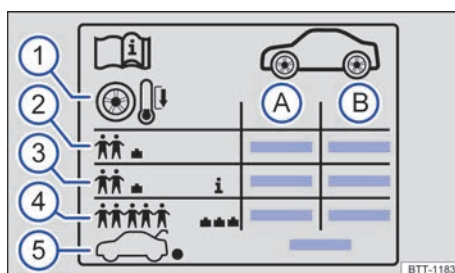

Fig. 189 Etiqueta com as pressões dos pneus.
Indicações na etiqueta de pressão dos pneus → Fig. 189:
- Adequar a pressão dos pneus sempre à condição de carga do veículo → Fig. 189 ③.